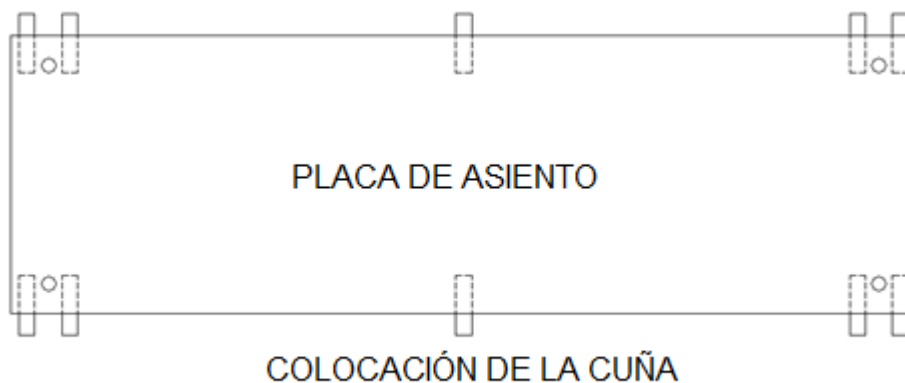

Figura 4-3: Ubicaciones de cuñas
3. Las cuñas o calces se deben colocar en la subbase, como se muestra en la **Figura 4-3**. Utilice 2 o 3 a la vez para obtener el espacio deseado entre la placa de asiento y la subbase. El espacio normal es de 2.5 a 3.8 cm (1 a 1.5 pulgadas).